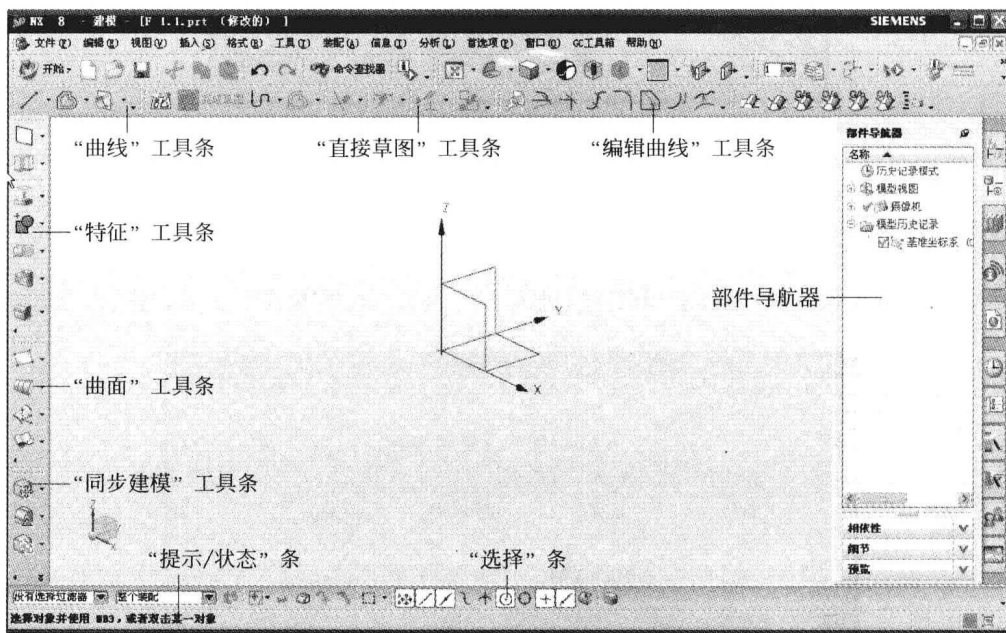

图 1-1 UG NX 8.0 工作界面制定
制定如图 1-1 所示的 UG NX 8.0 工作界面,要求:①“提示/状态选择”条位于绘图区域下方;②“特征”工具条、“曲面”工具条、“同步建模”工具条位于绘图区域左方;③“曲线”工具条、“直接草图”工具条、“编辑曲线”工具条位于绘图区域上方;④部件导航器位于绘图区域右方。